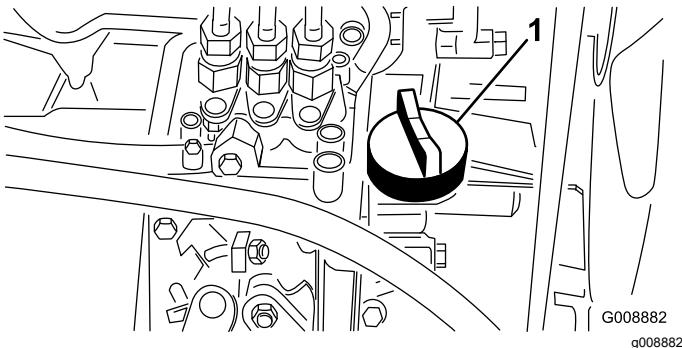

Figura 60
- Se l'olio è insufficiente, togliete il tappo di rifornimento (Figura 60) e aggiungete lentamente piccole quantità di olio, controllando spesso il livello, finché non raggiunge il segno di pieno sull'asta.